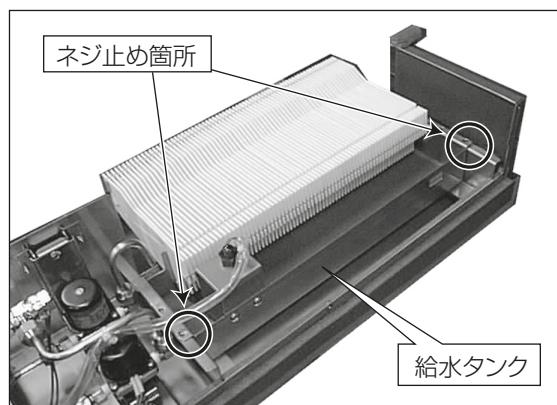

図32
2) 次に給水タンクを外し(ネジ止め2力所)、手前に引き出します。(図32)